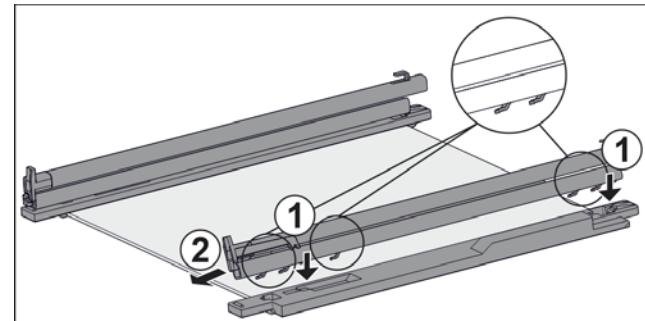

Fig. 100 Стеклянная пластина с направляющими и крепежными элементами
- Поместите крючки направляющей в отверстия **левого** крепежного элемента. Fig. 100 (1)
- Потяните направляющую вперед. Fig. 100 (2)
- Поместите крючки направляющей в отверстия **правого** крепежного элемента. Fig. 100 (1)